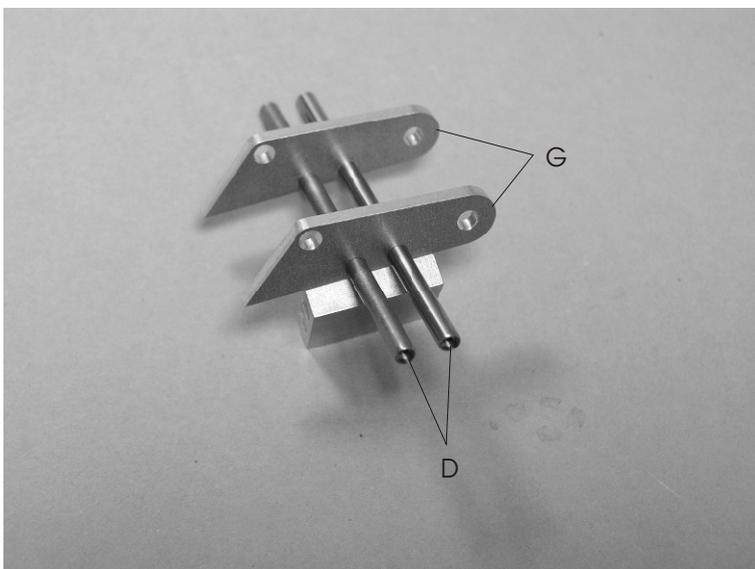

Bild 8
Sie bauen die Schaufel ohne Schnellwechsler; dann fädeln Sie bitte die beiden Schaufelhaltebleche (G), wie in Bild 8 ersichtlich, auf die Bolzen 4x80 (D).